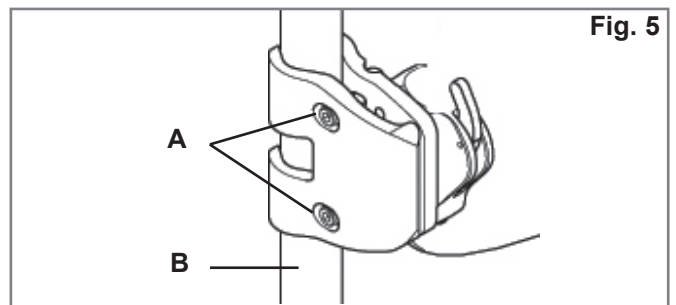

Fig. 5
3. Placez les fixations. (Fig. 5)
- a. Desserrez les vis de serrage (A) avec la clé hexagonale de 4 mm fournie. **REMARQUE** – si le diamètre des montants est important, il sera éventuellement nécessaire d'enlever complètement les vis de serrage.
- b. Placez et alignez les fixations sur les montants du dossier du fauteuil (B).
- c. Serrez les vis de serrage (A) à la main. **REMARQUE** : vous devrez peut-être régler les fixations également latéralement pour être sûr qu'elles sont bien alignées.